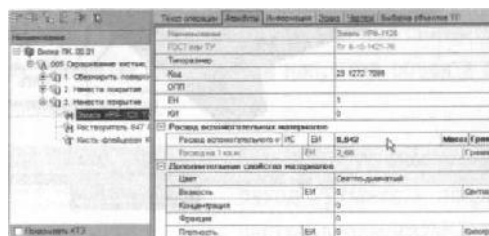

Рисунок 114
10. Установите курсор на вспомогательном материале **Эмаль УРФ-1128** и перейдите на вкладку **Атрибуты**. В строке **Расход вспомогательного материала** можно увидеть количество эмали, приходящейся на 1 деталь (рис. 114).